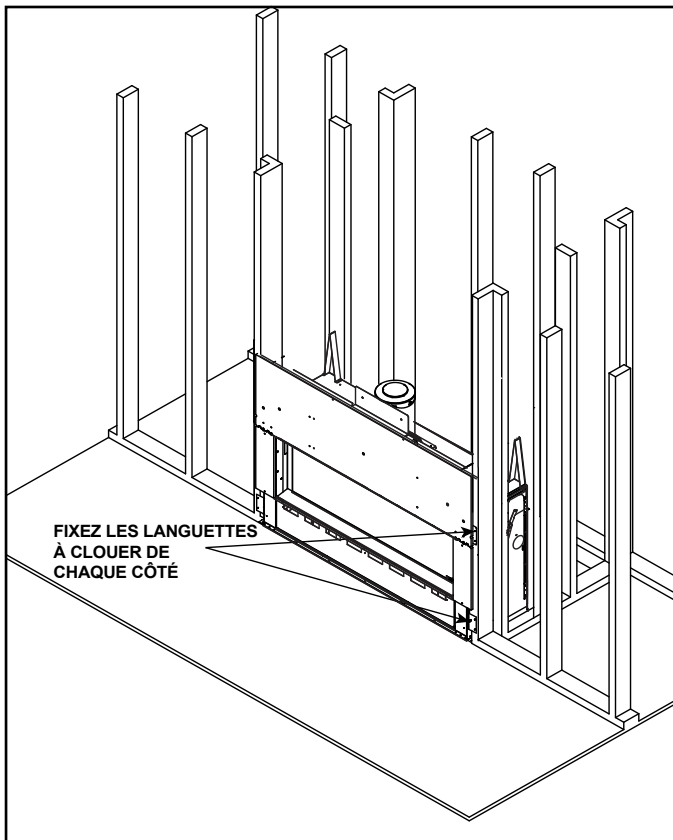

Figure 6.2 Emplacement des languettes à clouer
- Gardez les languettes à clouer à égalité de la charpente. Voir la figure 6.2.